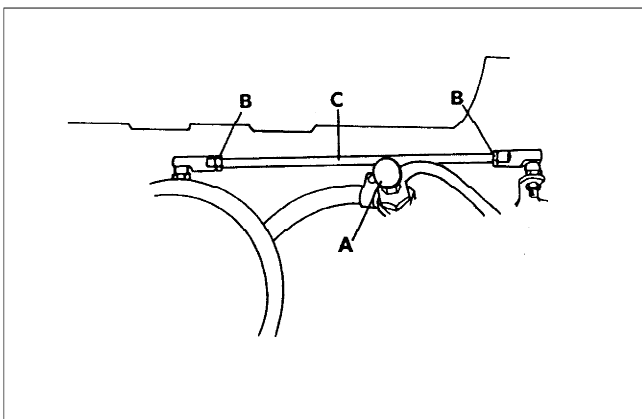

Fig.20
- Open the air vent tap on top of the fuel injector pump (A Fig.20).
- Close the air vent tap on top of the injector pump (A Fig.20).
- open de ontluchtingsschroef boven op de brandstofinspuitpomp (A afb. 20);
- sluit de ontluchtingsschroef boven op de inspuitpomp (A afb. 20);